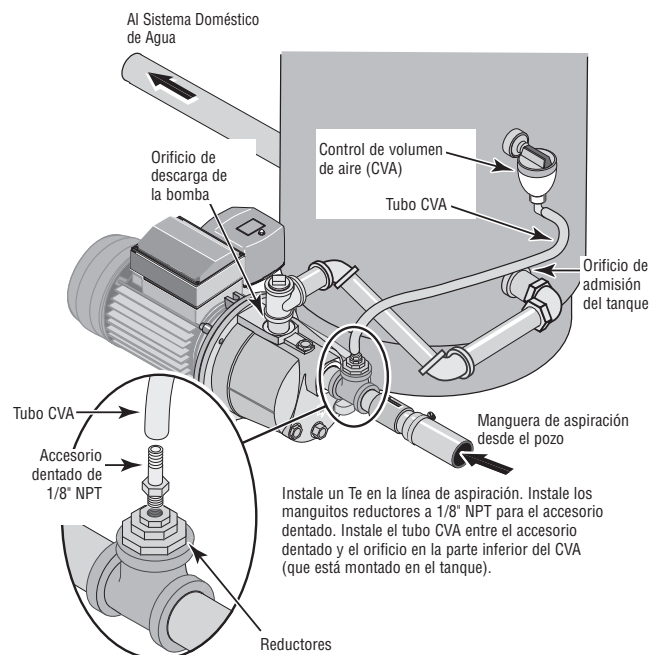

Figura 6: Conexiones para Tanque Estándar
(Figura 6)
3. Instale un Te con manguitos reductores en la tubería de aspiración según se ilustra en la Figura 6.